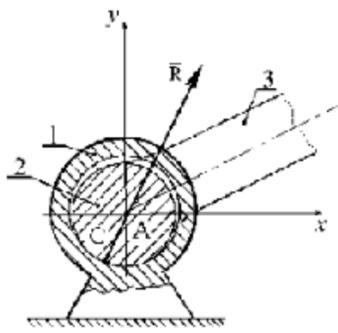

Рис. 1.14
**Неподвижный шарнир или подшипник (шарнирно-неподвижная связь)** (рис. 1.14) называется совокупность неподвижной втулки (шарнира) 1 и помещенного в нее валика (пальца) 2, жестко соединенного с телом 3. В точке  $C$  соприкосновения втулки с валиком возникает сила опорной реакции, направленная